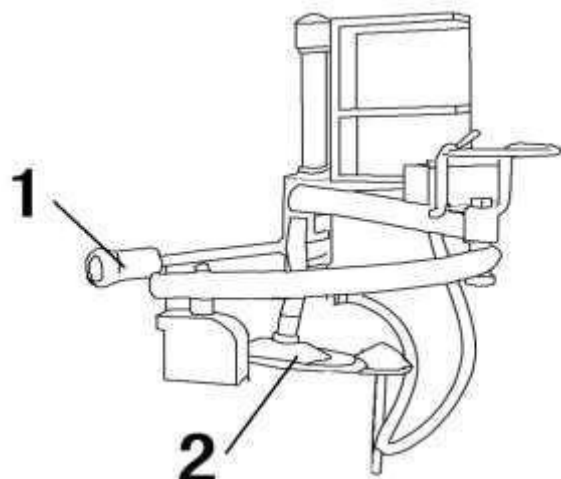

Fig.15/A
Platzieren Sie die Schaufel gegen den Wulst 10 mm vom Rand der Felge entfernt wie in Abb. 15 zeigt. Drücken Sie das Abdrück-Pedal (U) um die Schaufel gegen den Reifen zu drücken.